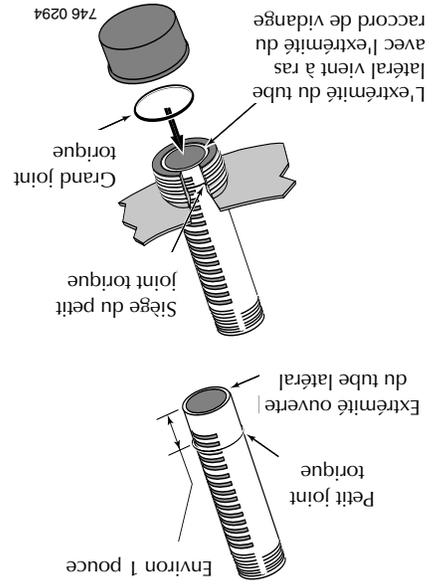

Figure 13 : Raccord de vidange.
1. Repose : Voir la Figure 13.
A. Déposer le bouchon de vidange et le tube latéral à fentes (voir la Figure 13).
3. Vidanger tout le réservoir de filtration, puis reposer le bouchon de vidange (voir la Figure 13, page 10).